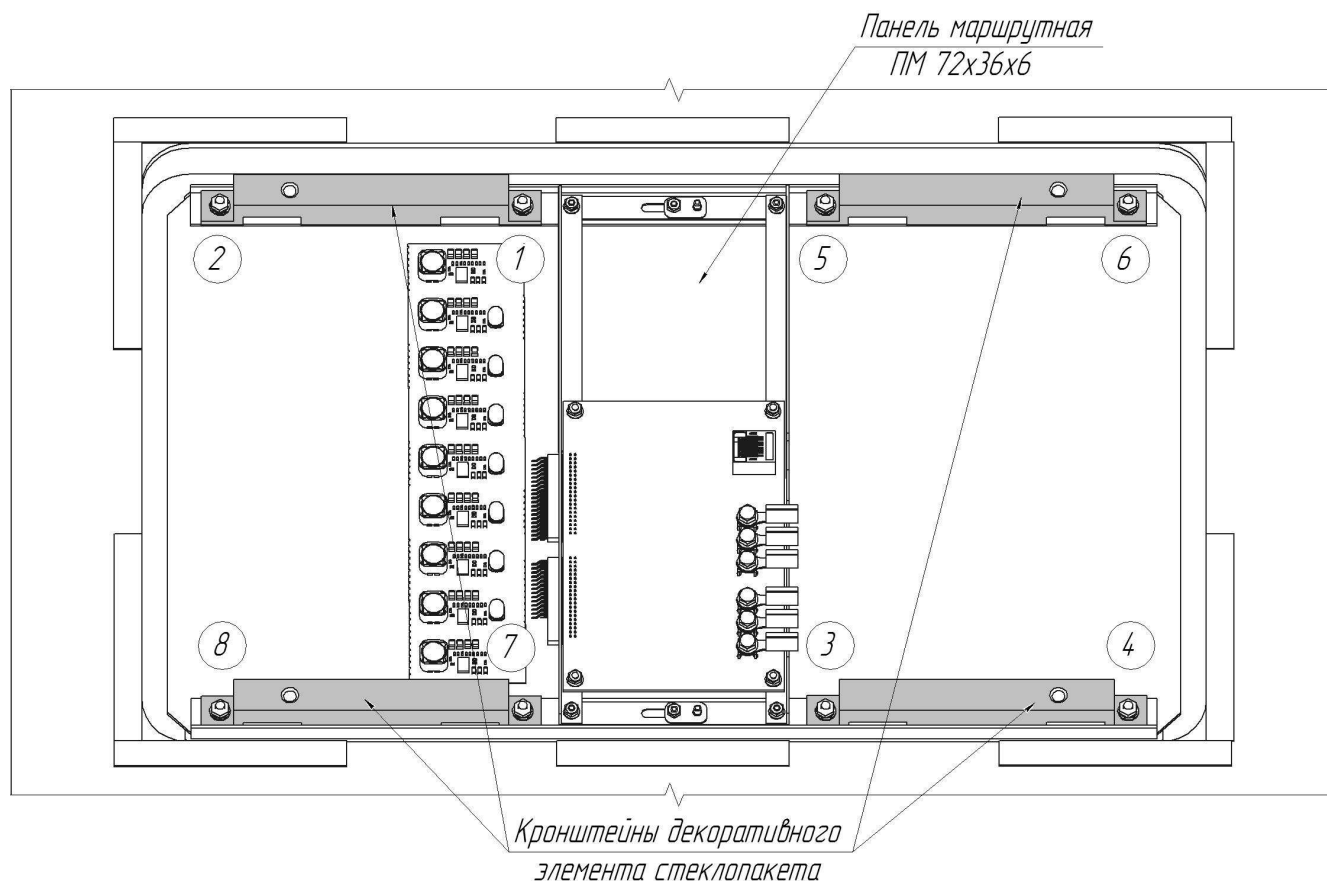

Рис.6 Рекомендуемая схема последовательности затяжки гаек.
- Окончательное закрепление производить согласно схемы затяжки (см. рис.6). Момент затяжки 2,00 (0,20) Н\*м (кгс\*м).